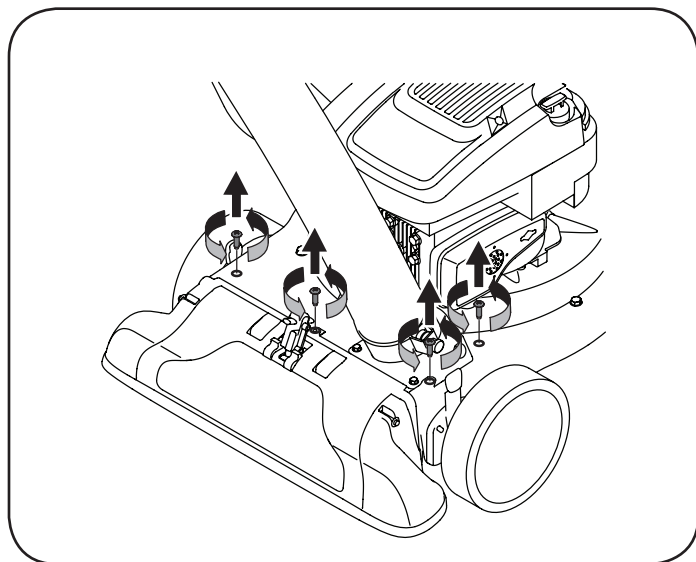

Figura 21
6. Saque los cuatro tornillos de la caja superior que ajustan la cubierta del pico. Vea la Figura 21.